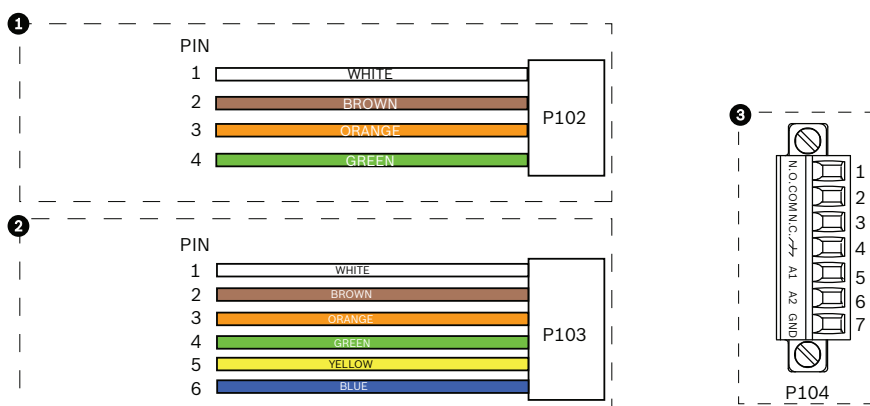

Figure 3.11 Connecteurs d'alarme et de relais
5. Pour brancher les alarmes et les relais supervisés, reliez les fils correspondants à leurs bornes sur le connecteur P104 de la carte d'interface installée dans le tube (voir *Figure 3.11*, ci-dessus). En outre, voir *Section 6 Connexions des alarmes et des relais*, Page 64 pour de plus amples renseignements sur le câblage des alarmes et des relais.